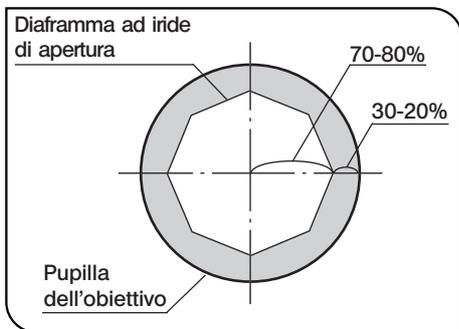

Fig. 31
- Poiché il contrasto dei preparati da esaminare al microscopio è solitamente scarso, si consiglia solitamente di impostare il diaframma di apertura del condensatore tra il 70 e l'80% della A.N. ② dell'obiettivo utilizzato.
Regolare il rapporto togliendo l'oculare e, sempre guardando nel portaoculare, girare la ghiera del diaframma di apertura ① finché non sarà visibile l'immagine mostrata in Fig. 31.